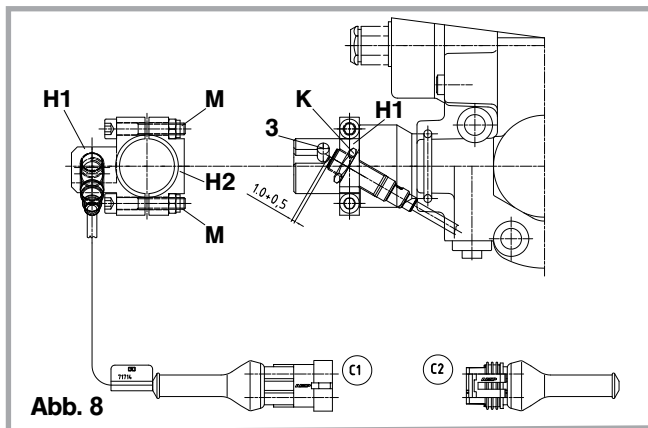

Abb. 8
b) Bei Version für Bus (Abb. 8)
- (**H1**) mit Halterunterteil (**H2**), Innensechskantschrauben (**I**) und Muttern (**M**) verschrauben (Abb. 8)
- Grenztaster bei geschlossener Kupplung so einstellen, dass der Abstand zwischen Knebelgriff (**3**) und Grenztaster 1mm beträgt (Abb. 8)